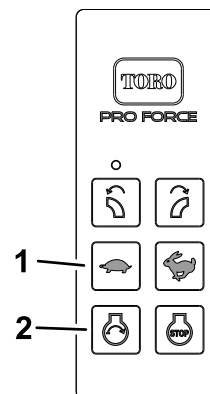

Figura 23
2. Para ENCENDER o APAGAR la luz, pulse los botones del control remoto manual (Figura 23) en la siguiente secuencia: